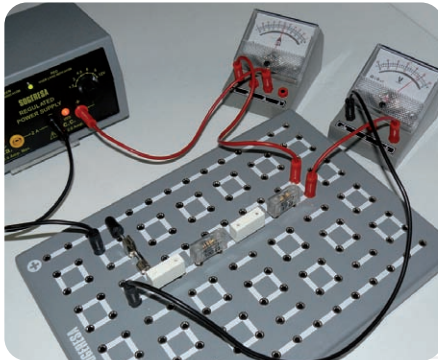

Figura 1
1. Realizar el montaje de la figura 1 con dos resistencias en serie y un interruptor. En primer lugar, ensayar con las dos resistencias iguales de 1 K Ω .